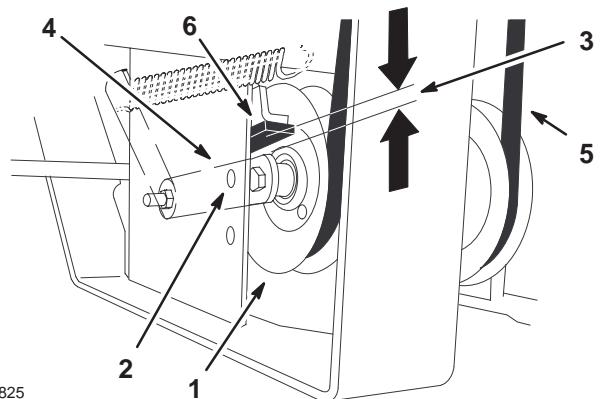

Figure 76
9. Contrôlez la distance entre la butée en caoutchouc et le bras de la poulie de tension à ressort quand la plaque de la poulie est tendue. On doit obtenir une distance de 0 à 6 mm (0 à 1/4 pouce) à partir de la butée (Fig. 76).